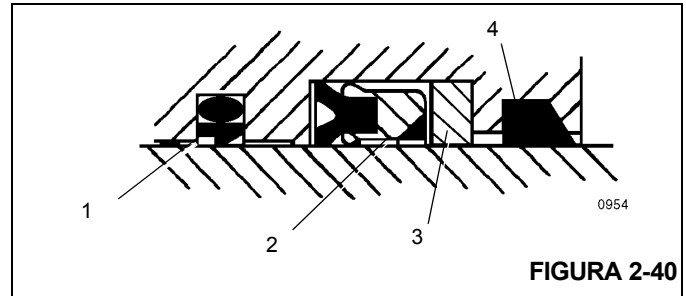

FIGURA 2-40
5. Instale o anel limpador, o anel de encosto, a vedação da haste em Z alta, o conjunto da vedação amortecedora e os anéis de desgaste na parte interna da cabeça do cilindro Figura 2-40.